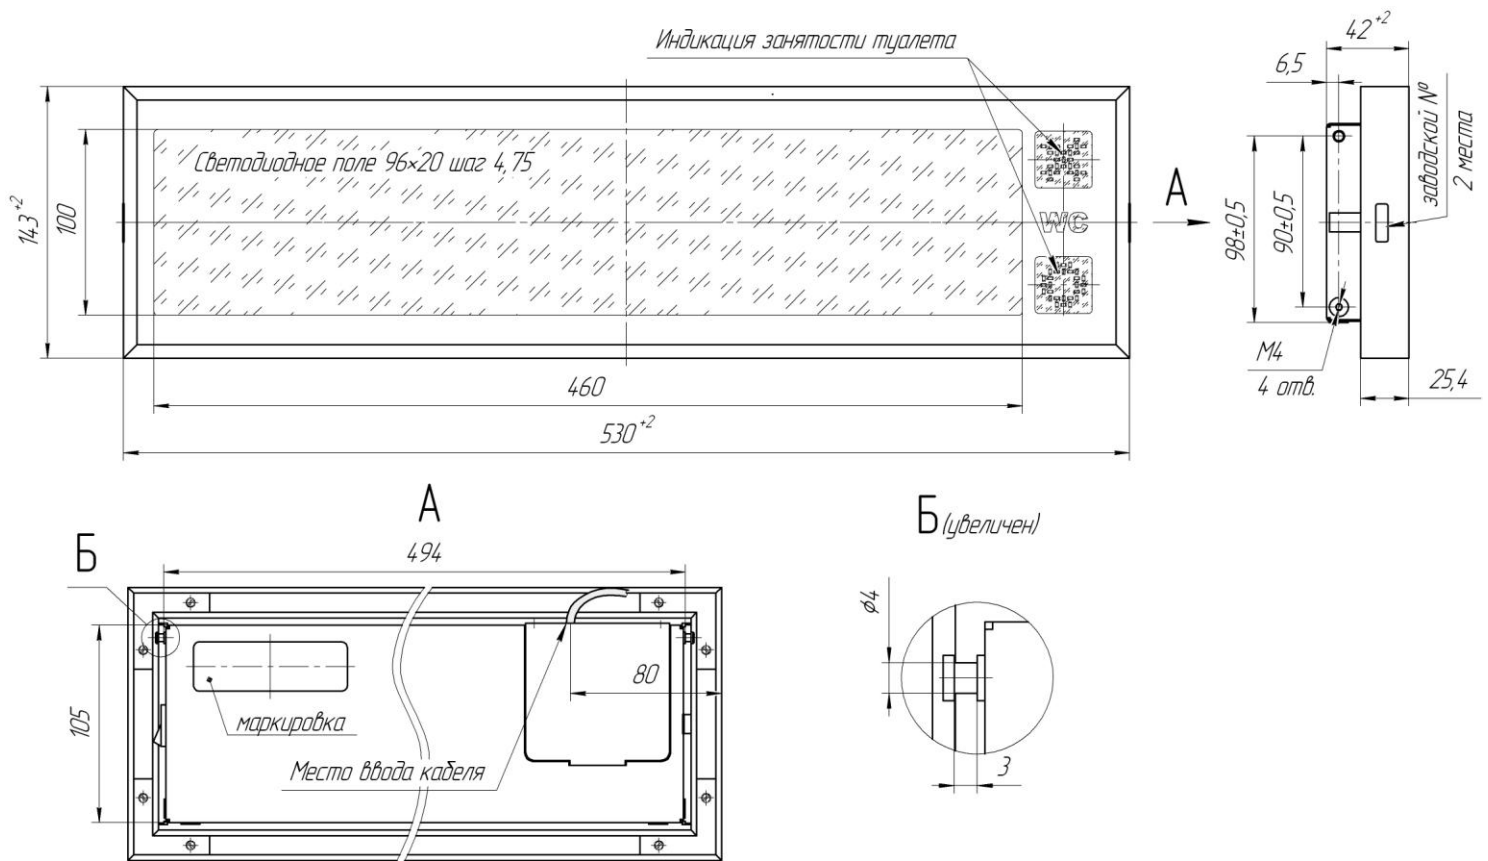
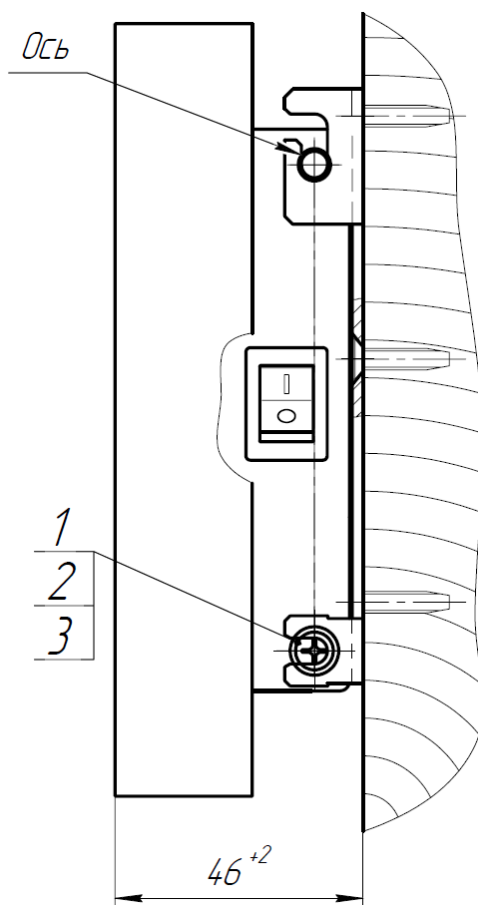

Рис.1 Габаритные размеры ПИ 96x20x4.75
Рис.7 Установка панели на держатели и кронштейн АДБ.741120.036. Вид сбоку
туалетов в соответствующем конце вагона, символами «○»- свободно и «X» - занято [см. рис.1]. С правого торца панели расположена кнопка, позволяющая отключить индикацию занятости туалетов, в случае закрепления панели в коридоре тормозного конца вагона [см. рис.7]. При положении кнопки «I» - индикация включена, в положении «0» - индикация отключена.
4.4.4.4 Для установки панели необходимо ее вставить осями в верхние пазы держателей/кронштейна, установить в штатное положение и закрепить винтами М4-6gx10 ГОСТ17473-80 (2шт.) –поз.1, через шайбы 4.099 ГОСТ 6402-70 (2шт.) – поз.2 и шайбы 4.02.029 ГОСТ 11371-78 (2шт.) –поз.3 (см. рис.7 и 7а), входящими в комплект поставки.